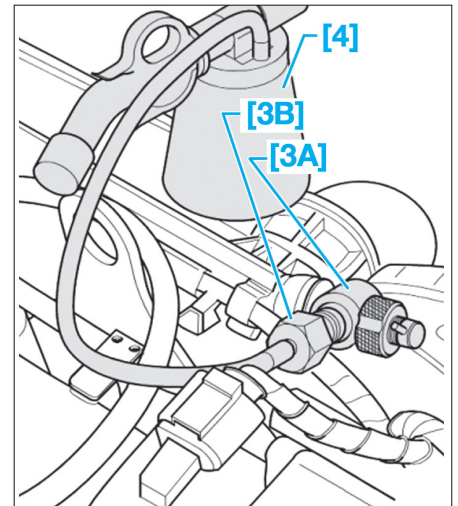

Fig. 25b
- Brancher le flexible de l'outil [4] comme représenté (Fig.25b).